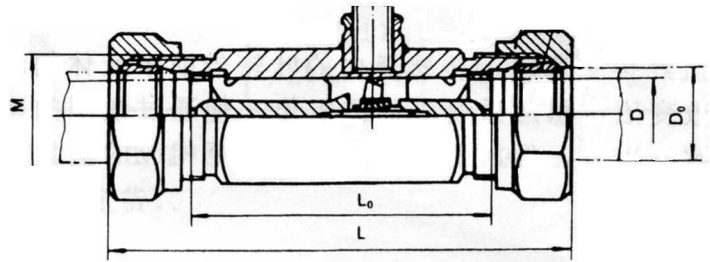

图 4-2 DN2~25(公称压力 PN16、25、32MPa)外形
b). 公称通径 DN2~25 的高压涡轮流量传感器(公称压力 PN16、25、32MPa 见图 4-2, 表 4-2)